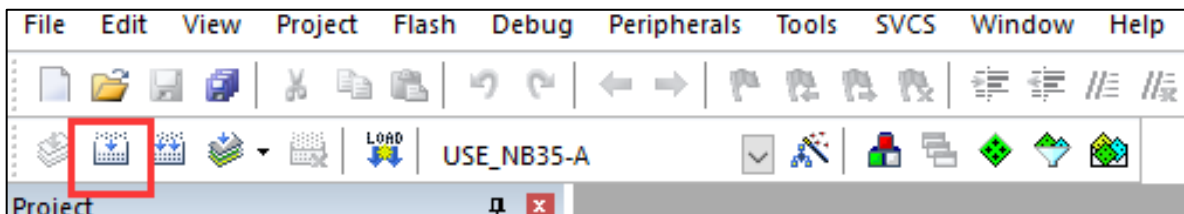
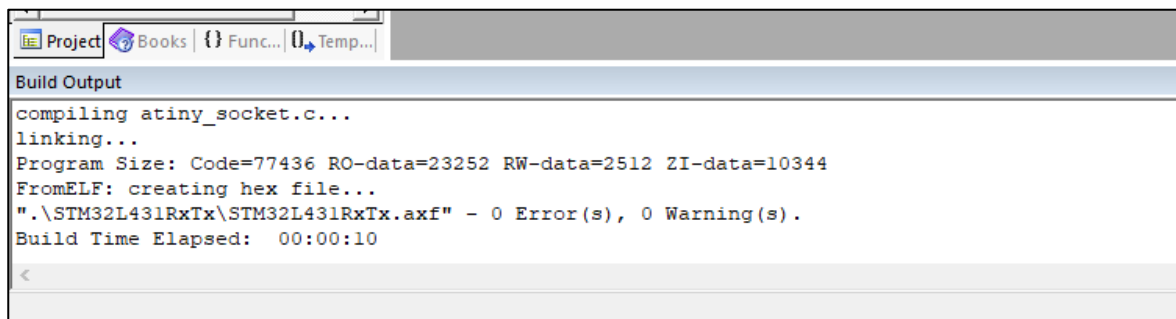

图 3-8 编译
图 3-9 编译成功
**步骤2** 工程配置完后，单击工具栏中的“Build”按钮，如图 3-8 所示，对当前工程进行编译。编译成功后，在控制台输出面板中显示如图 3-9 所示字样。